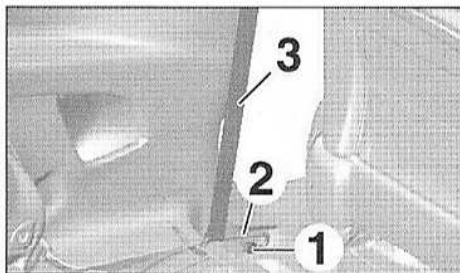

FIG.40
- Déposer la vis (1) (Fig.40).
- Ecarter le guide (2).
- Dégager la ceinture de sécurité (3) du guide (2).